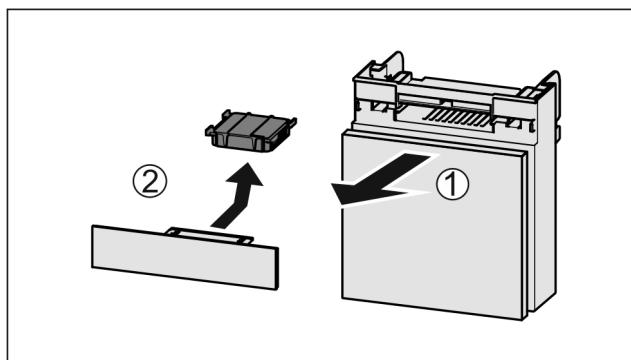

Fig. 123
- Издърпайте Fig. 123 (1) напред отделението.
- Извадете Fig. 123 (2) филтъра с активен въглен.